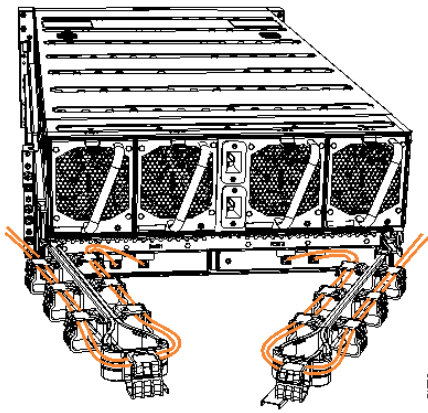

Рисунок 99. Пример кабелей SAS, проложенных через кабельные кронштейны
8. Проложите кабели SAS через кабельные кронштейны (см. Рисунок 99 на стр. 84).